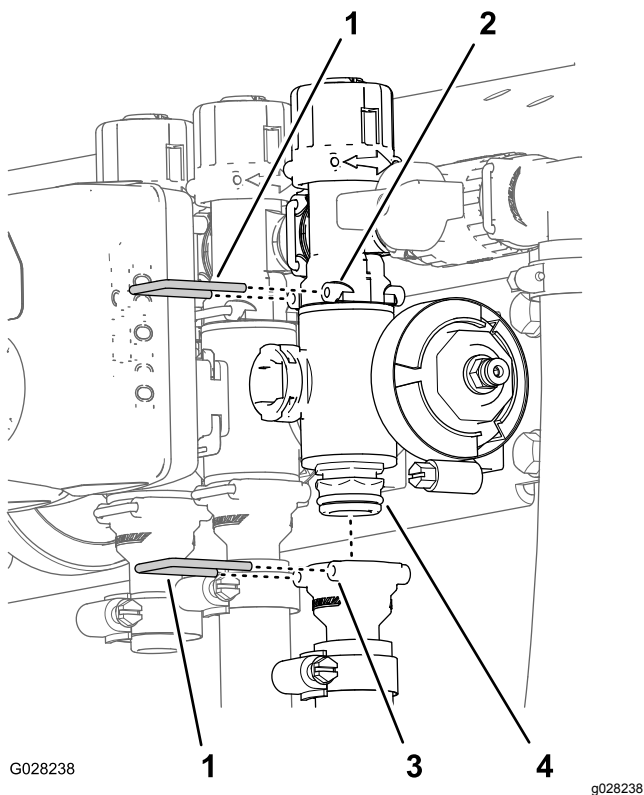

図 69
2. 出口フィッティングを個別ブームバルブ用マニホールドに固定しているリテーナ、およびバルブマニホールドをバイパスフィッティングに固定しているリテーナを外す 図 69。